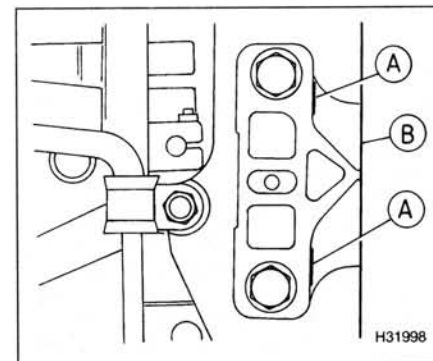

Рис. 17.19. Выравнивание левой опоры: поверхности (А) и (В) должны быть параллельны
- Край опоры должен быть параллелен кузову (рис. 17.19).